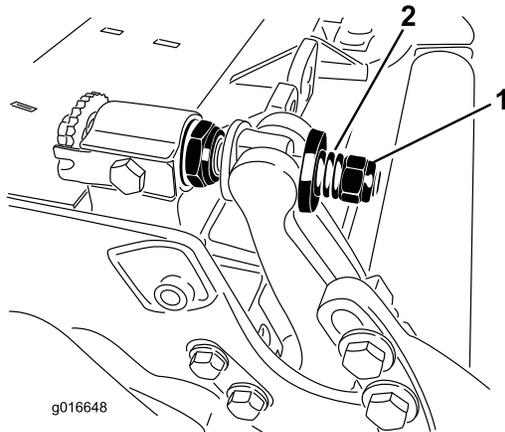

Bild 33
- Ziehen Sie die Federspannungsmutter an, bis die Feder zusammengedrückt ist, drehen Sie sie dann um eine halbe Umdrehung heraus (Bild 33).
ist, lösen Sie die Mutter dann um eine halbe Umdrehung (Bild 33).